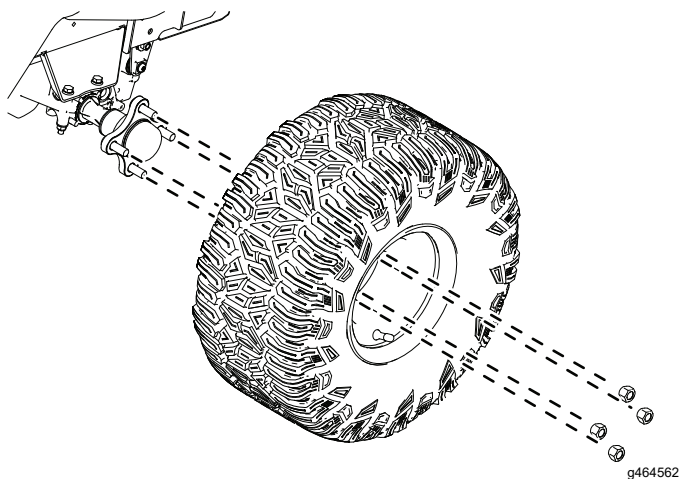

Figure 4
10. Déposez les roues arrière comme montré à la Figure 4.